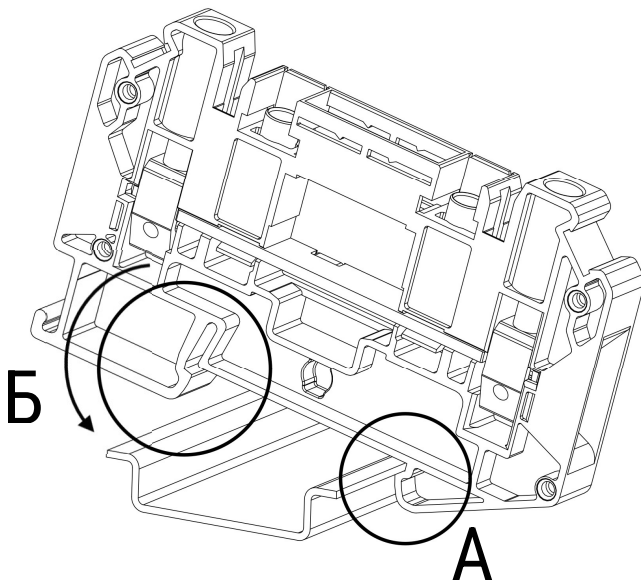

Рисунок 5 – установка клеммы на монтажную рейку
- Заведите клемму в зацепление с монтажной рейкой (рис. 5, положение «А»);
- Защелкиванием закрепите клемму на монтажной рейке (рис. 5, положение «Б»);